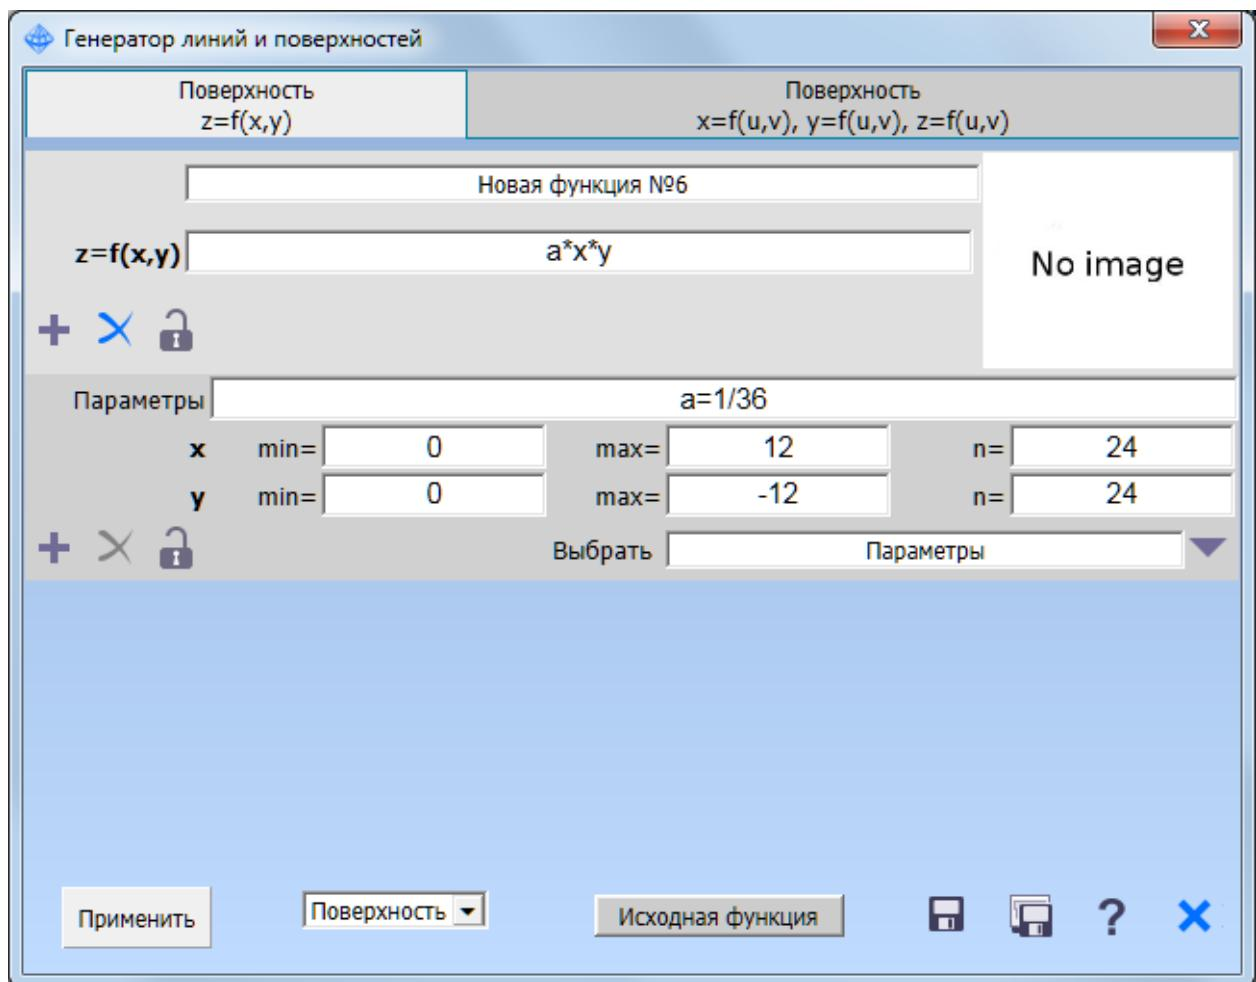

Рис. 2.2. Диалоговое окно **Линии и поверхности**
- В диалоговом окне введите следующие значения в полях (рис.2.2):